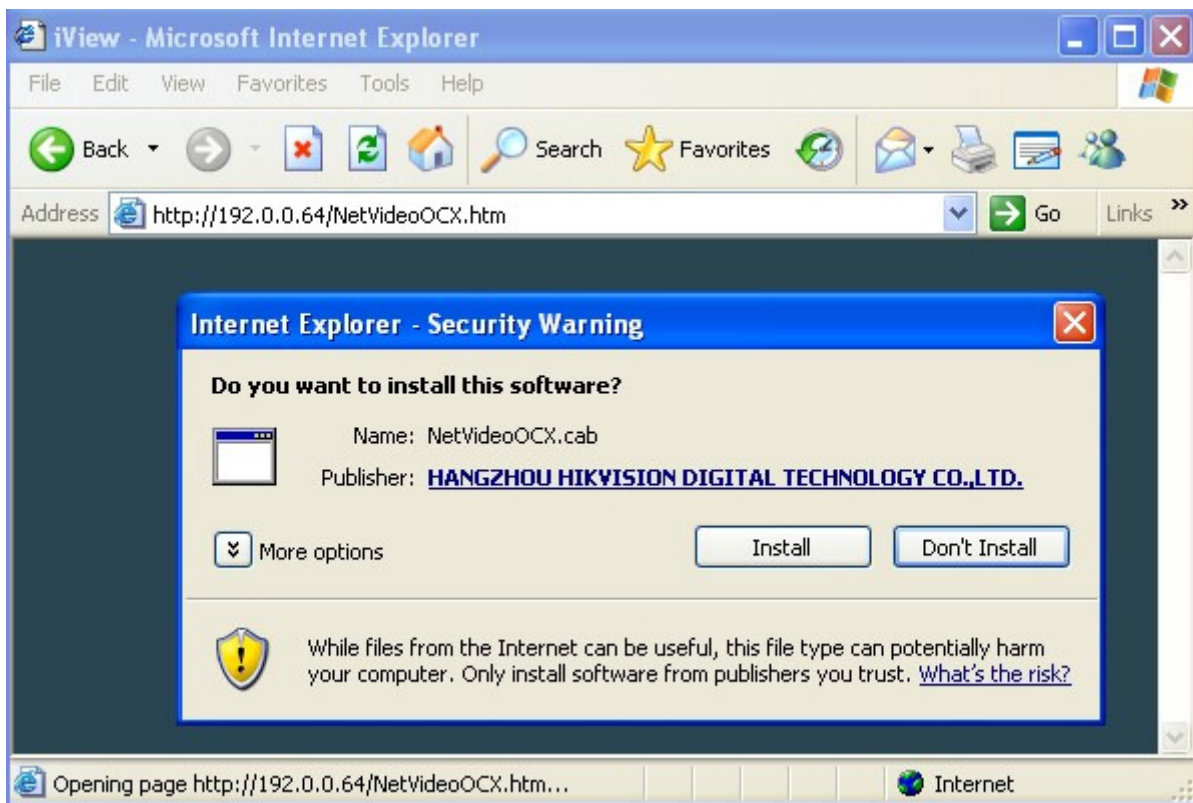

Figura 4.1.1
Una volta stabilita correttamente la connessione fra il PC e la dome su IP, aprire IE, inserire l'indirizzo IP della dome. Verrà richiesta l'installazione del controllo ActiveX come mostrato in Figura 4.1.1. Cliccare per installare il controllo ActiveX.
**Nota:** Se l'installazione del controllo ActiveX viene bloccata, apparirà il messaggio mostrato in Figura 4.1.1. Cliccare su *Yes (Sì)* per installare il controllo ActiveX.